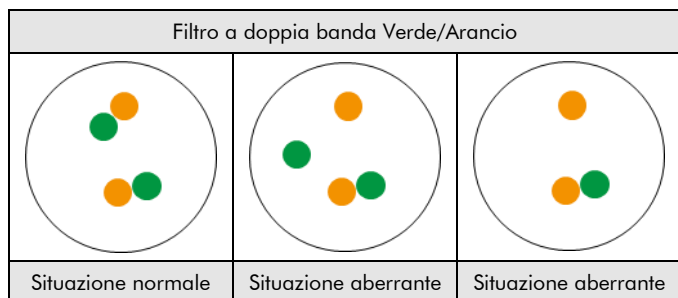

Fig. 2: Risultati attesi in situazione normale e aberrante
**Situazione normale:** nelle interfasi di cellule normali o cellule senza una traslocazione che coinvolge la regione del gene ALK, compaiono due segnali di fusione verdi/arancioni (vedere Fig. 2).
**Situazione aberrante:** Una regione del gene ALK interessata da una traslocazione è evidenziata da un segnale verde separato e da un segnale arancione separato. Un'inversione EML4-ALK con delezione di sequenze 5'-ALK è evidenziata da uno o più segnali arancioni isolati (vedere Fig. 2).